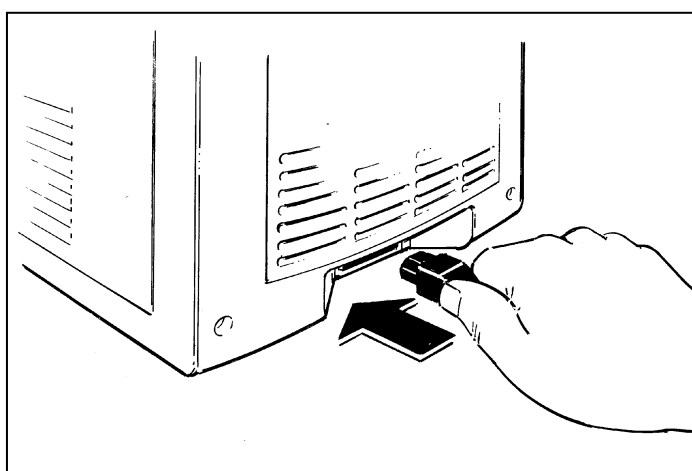

Fig. 23
-Attivare l'interruttore generale A (fig.23).